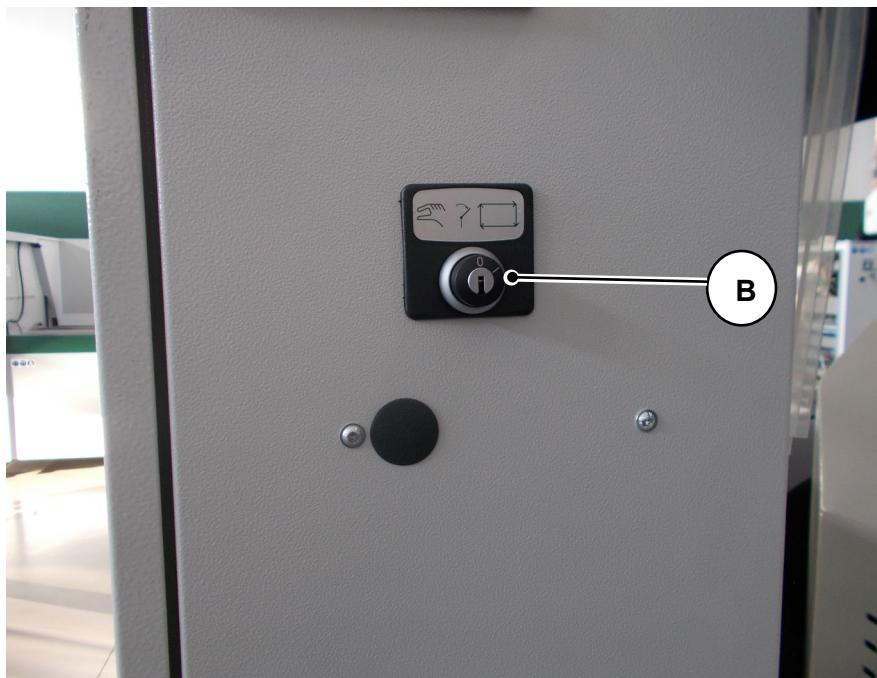

Fig. 06-04
- B. Seletor a chave do modo de funcionamento de corte 'manual'/semiautomático'(quando presente) (Fig. 06-04)